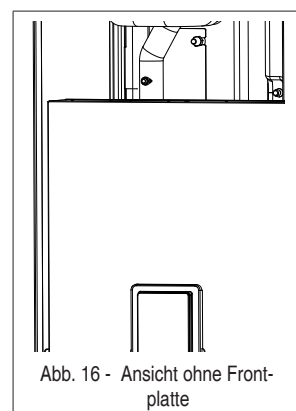

Abb. 16 - Ansicht ohne Frontplatte
- die beiden Schrauben (Det. 1 - Abb. 16) unter dem Stromkasten lösen
A Display und Tastenfeld (Abb. 16)
Die Klemmleiste (Det. B Abb. 16) befindet sich auf der linken Seite des Heizkessel-Stromkastens. Die Klemmleiste ist vom Typ mit Lüsterklemmen (Stecker-Buchse). Auf der Seite der Klemmleiste ist ein Etikett zur Identifizierung der 6 verfügbaren Klemmen vorhanden.